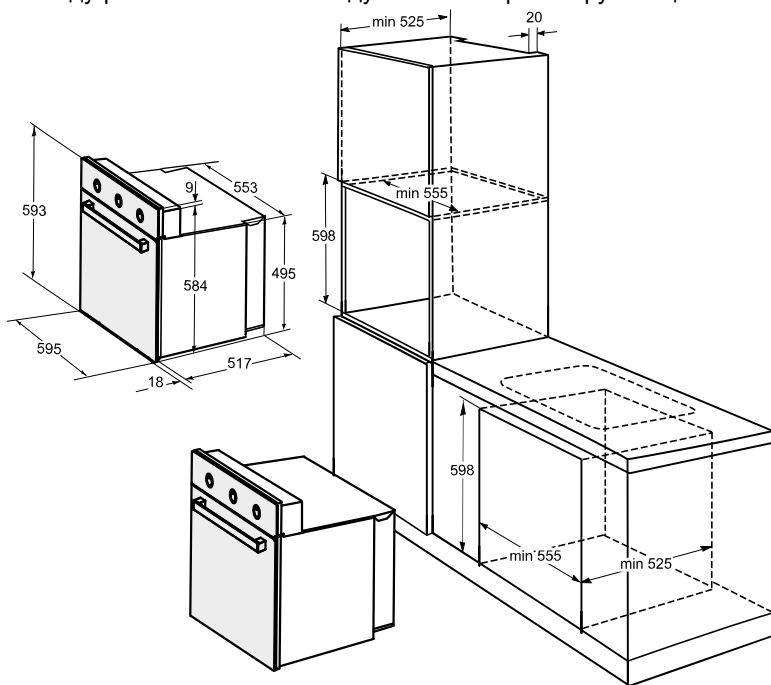

рис. 1
- Духовой шкаф устанавливается в нишу в кухонной мебели (см. рис. 1).
предметов обстановки показаны на рис. 1.